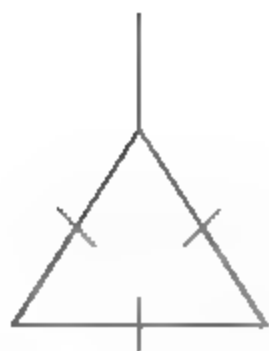

图9-106 绘制线段
**18** 调用L【直线】命令，结合【对象捕捉】、【极轴追踪】和【夹点】功能，从中点处绘制线段，如图9-106所示。